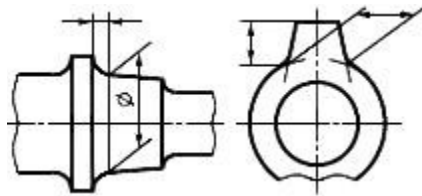

Рис.1.1
4. Для нанесения размеров на чертежах используют размерные линии, ограничиваемые с одного или обоих концов стрелками или засечками. Размерные линии проводят параллельно объекту, размер которого указывают. Выносные линии проводят перпендикулярно размерным (рис. 1.1), за исключением случаев, когда они вместе с измеряемым отрезком образуют параллелограмм (рис.1.2). Нельзя использовать в качестве размерных линии контура, осевые и выносные.